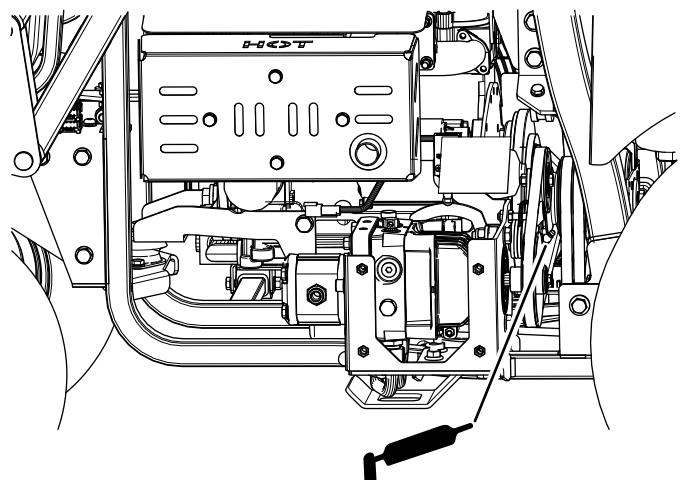

Figura 40
- Retire a cobertura e lubrifique o suporte da polia intermédia da tomada de força (Figura 40)